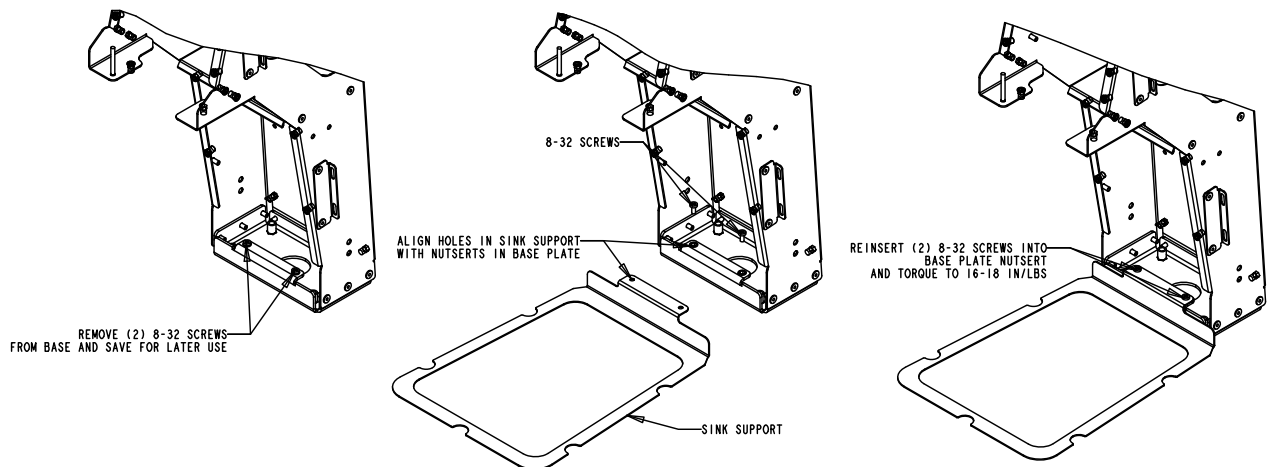

Figure 3
7. Monter le support de l'évier (voir Figure 3).